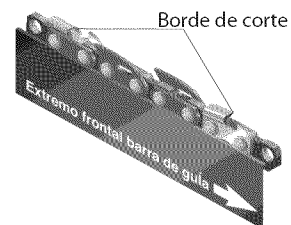

Figura 37 - Instalación correcta de la cadena de la sierra
- Ponga la nueva cadena alrededor del piñón motriz, a lo largo de la ranura superior de la barra guía, y alrededor del extremo de la barra guía. *Nota:* Asegúrese que los bordes cortantes de la cadena estén mirando en la dirección correcta. Ponga la cadena de manera que los bordes cortantes en el tope de la barra guía miren hacia el extremo de la barra guía (vea la figura 37 y el indicador en la cubierta lateral de la sierra).